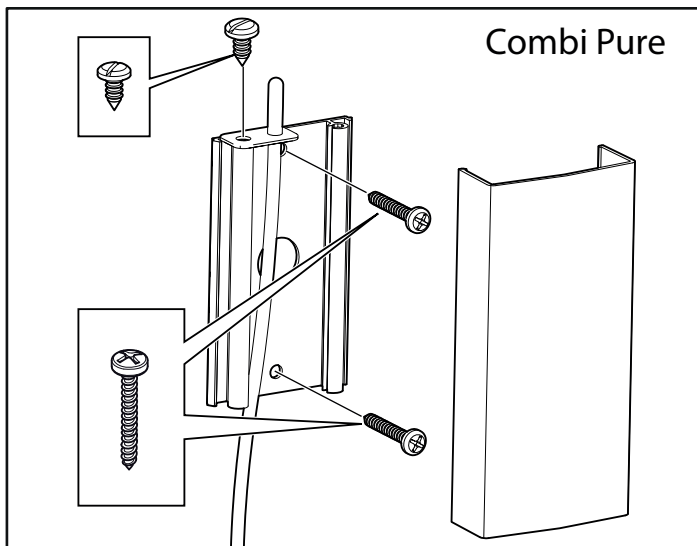
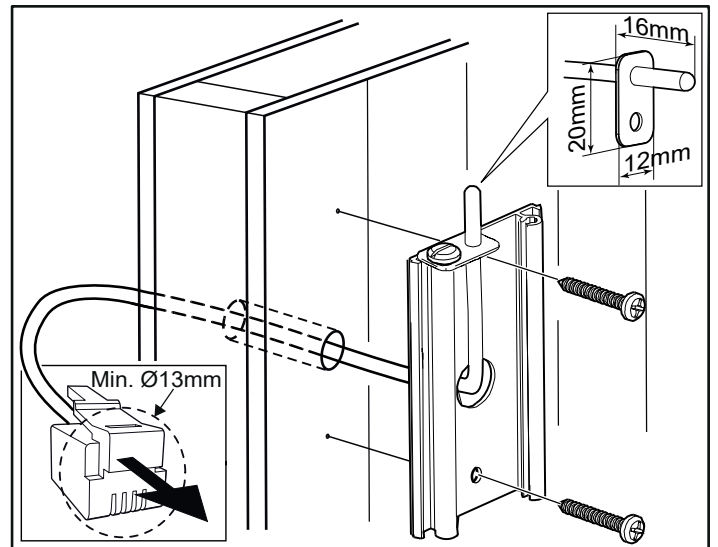

Figure 14 : Installation de la sonde - Combi Pure
Figure 16A : Raccordement à travers la cloison. L'exemple montre la sonde pour Combi Pure.
12. Installez la sonde sur le mur (voir figures 14 et 15). Le fil de la thermistance peut également être passé dans le mur (voir figures 16A et 16B). Bouchez tous les trous dans le mur derrière la sonde. Le conducteur de la thermistance peut être prolongé à l'extérieur du sauna à l'aide d'un câble basse tension (à 2-, 4-conducteurs).